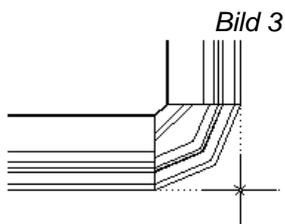

Bild 3
- Erste Ecke rechts unten nach Bild 3